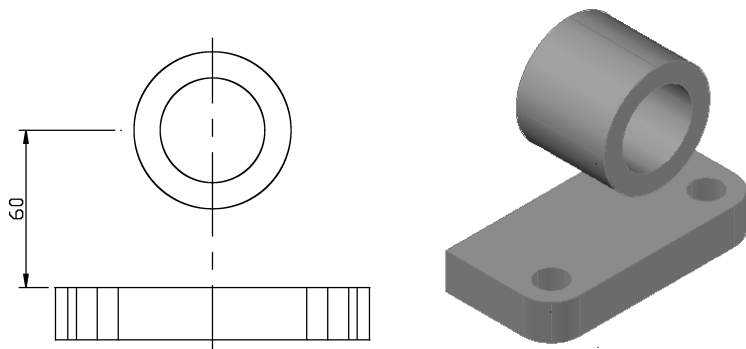

图 9-24 创建圆管
7) 在功能区单击“常用”选项卡→“实体编辑”面板→“差集”按钮, 将生成的半径为 20 的圆柱体从半径为 30 的圆柱体中减去, 生成圆管, 并利用“移动”命令将其移动到适当位置, 如图 9-24 所示。